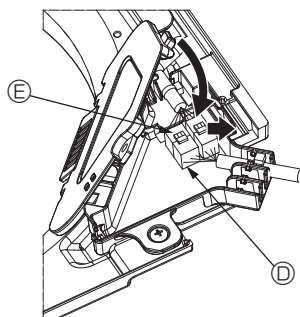

Fig. 5-10
- ③ Después de colocar los cables en la caja de conexión, cierre la cubierta de la caja de conexión. Compruebe que los cables no queden atrapados. (Fig. 5-10)